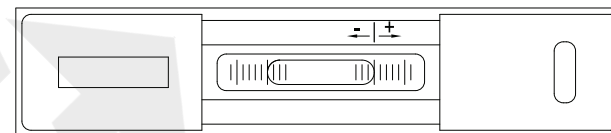
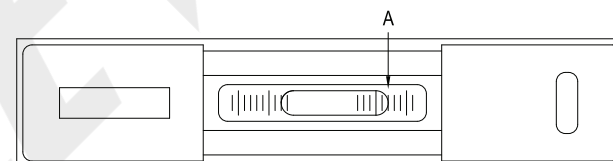
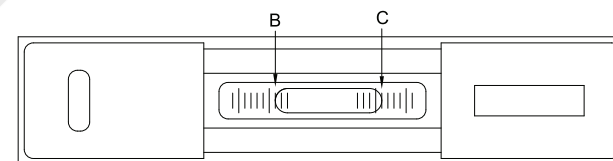

fig.2
fig.3
fig.4
3. Para obtener un resultado preciso, se recomienda girar el nivel 180° antes de realizar la medición. El lado derecho corresponde a la escala positiva y el lado izquierdo a la escala negativa (fig. 2). Una vez que la burbuja deje de oscilar (unos 40 segundos), lea el valor A en la escala (fig. 3). Gire el nivel 180° y deslícelo hasta la misma posición de la superficie. Lea B en la escala (fig. 4). La lectura final es (A+B)/2.
7. Temperatura de almacenamiento: -40 °C ~ +70 °C/40 °F ~ 158 °F. Nota: En caso de que la desviación del cero (A-C, Fig. 3 y Fig. 4) sea superior a 1 DIV. tras un golpe u otra fuerza externa, devuélvalo a INSIZE para su ajuste.